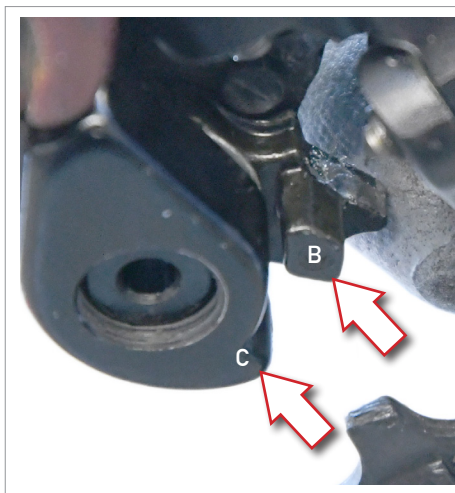
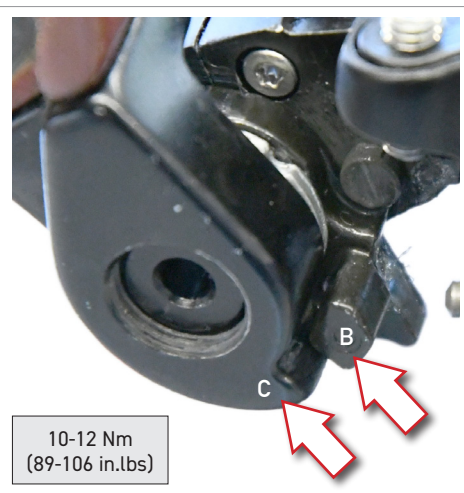

Fig.5
Fig.6
• In fase di montaggio, assicuratevi che il dente del cambio (B - Fig.5) si appoggi correttamente al dente presente nel forcellino attacco cambio (C - Fig. 6).